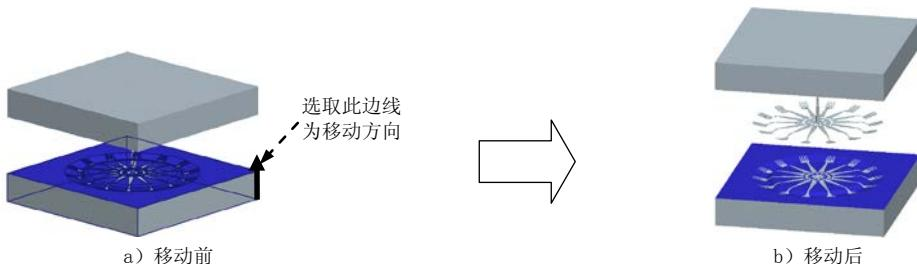

图 23.32 移动下模
- Step1. 参考开模步骤 1 的操作方法, 在模型中选取下模零件, 选取图 23.32 所示的边线为移动方向, 然后输入要移动的距离值-200。